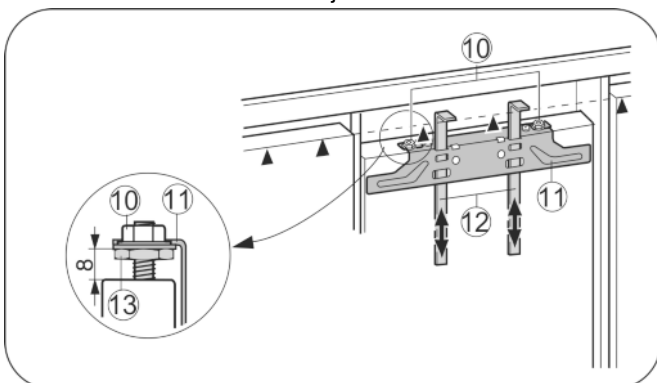

Fig. 25
- ▶ A szerelési segédeszközt Fig. 25 (12) csúsztassa fel a bútorajtómagasságáig. A szerelési segédeszköz ▲ alsó éle = a szerelni kívánt bútorajtó felső éle.
- ▶ A rögzítő kereszttartót Fig. 25 (11) csavarozza le az ellenanya felett Fig. 25 (10).